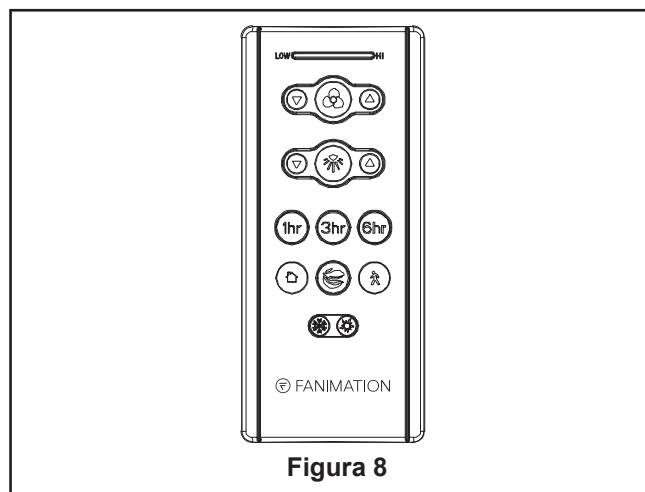

Figura 8
- ☐ 10. Funciones del control remoto: (Figura 8)